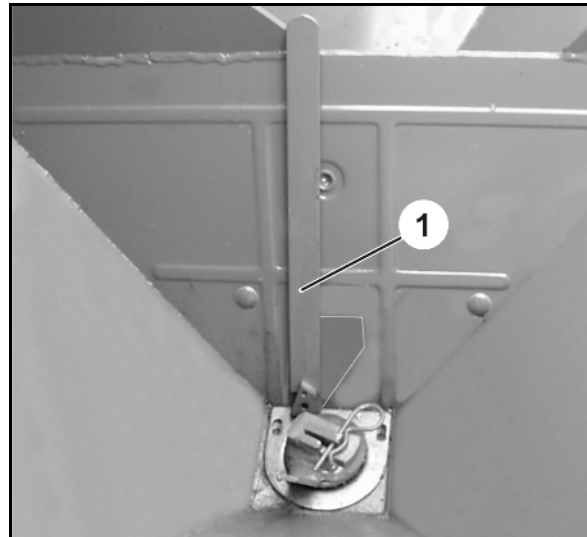

図 104
- シャッターのエッジ (図 104/1) は排出口の下側のコーナー (図 104/2) とぴったり交差しなければなりません。